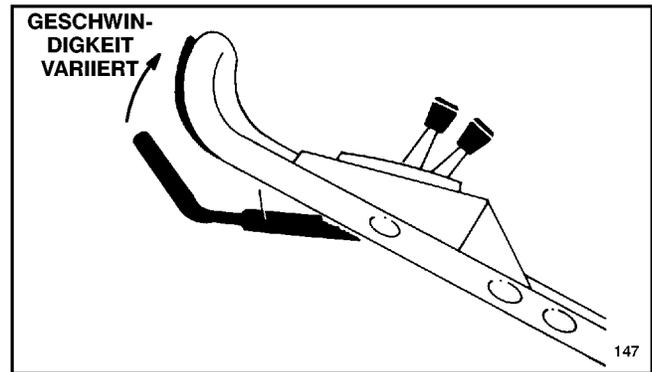

Abbildung 12
**Die Grundgeschwindigkeit kann durch Erhöhen oder Verringern der Distanz zwischen Antriebshebel und Griff variiert werden (Abb. 12).**